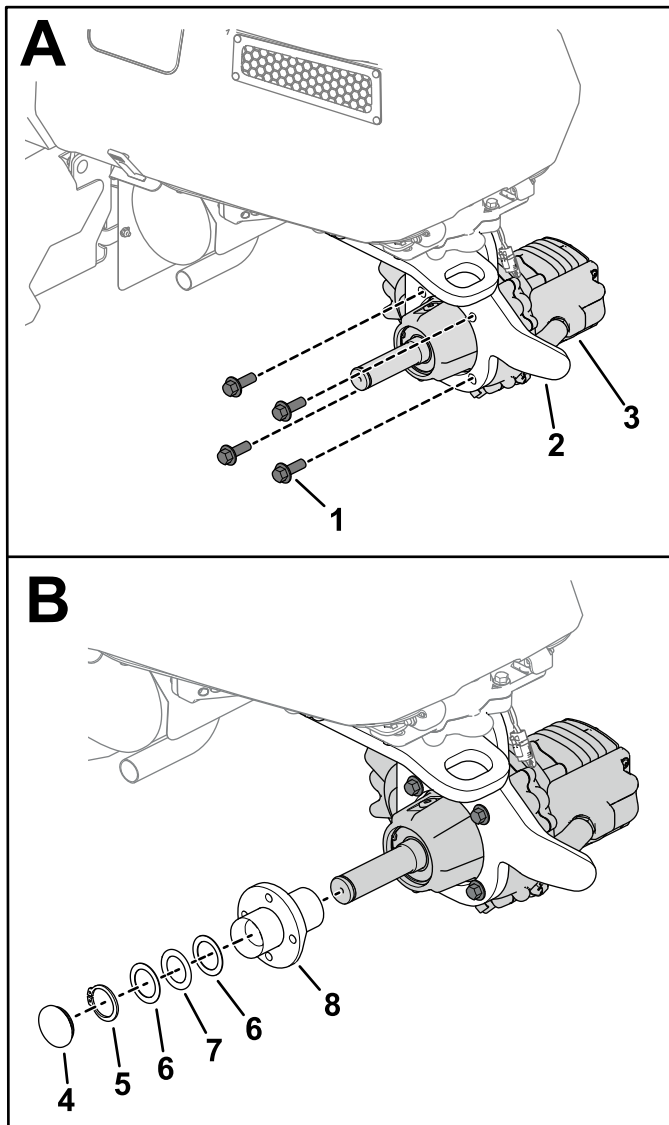

Figura 3
1. Retire la anilla a presión (se muestra en la Figura 3) del eje.
2. Retire el conjunto de cubo (se muestra en la Figura 3) de la caja de engranajes.
Nota: Observe la orientación correcta de la caja de engranajes, tal y como se muestra en la Figura 3. El eje debe apuntar hacia el lado izquierdo de la máquina.
- Utilice 4 pernos (M12) para fijar la caja de engranajes a la horquilla de la rueda giratoria (A en la Figura 3).
- Instale el conjunto de cubo, la anilla a presión y el tapón guardapolvo en el eje (B en la Figura 3).
Nota: Si las arandelas de empuje y el cojinete se han retirado del conjunto del cubo, móntelos tal y como se muestra en la Figura 3.